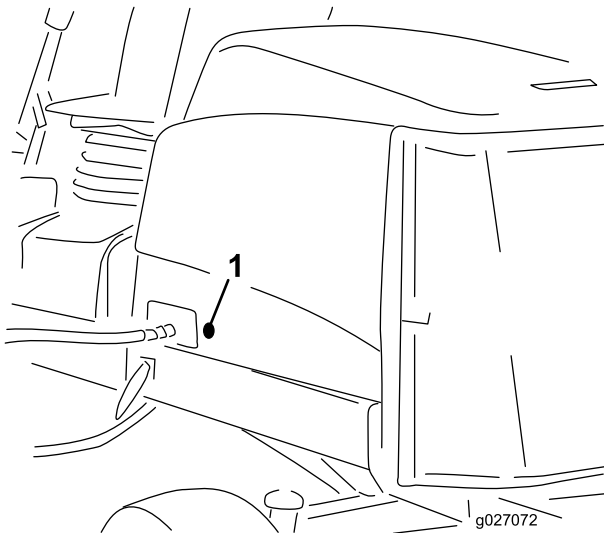

Figura 17
2. Retire o olhal de borracha do orifício do lado esquerdo do capot (Figura 17).